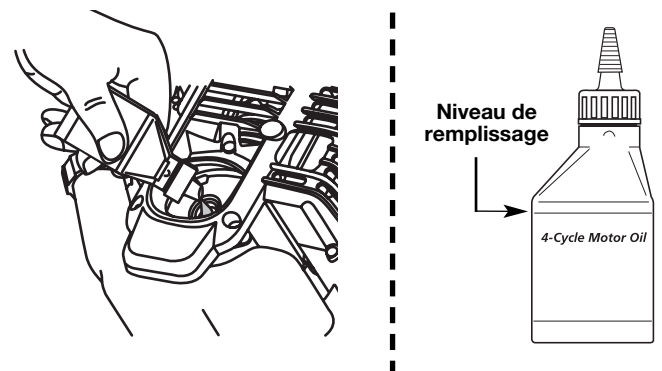
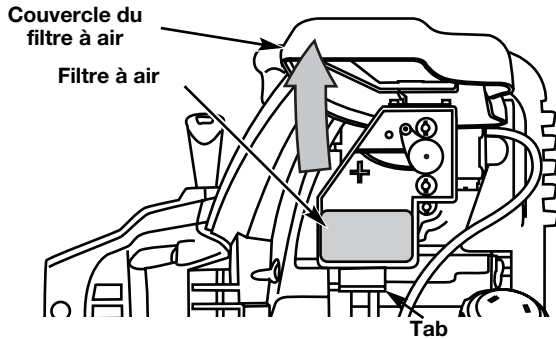

Fig. 43
Fig. 44
**REMARQUE :** Mesurez la quantité nécessaire à l'aide de la bouteille et de la buse utilisées lors de la mise en service. 90 ml (3,04 oz) correspond environ au haut de l'étiquette de la bouteille (Fig. 44). Vérifiez le niveau d'huile avec la jauge. S'il est trop bas, ajoutez un peu d'huile par l'orifice et revérifiez Ne remplissez pas trop (Fig. 43).
1. Ouvrez la couverture du filtre à air. Poussez la languette sur le dessous vers l'intérieur. Tirez ensuite la couverture du filtre à air vers le haut et vers l'extérieur. (Fig. 44).
2. Retirez le filtre à air (Fig. 44).